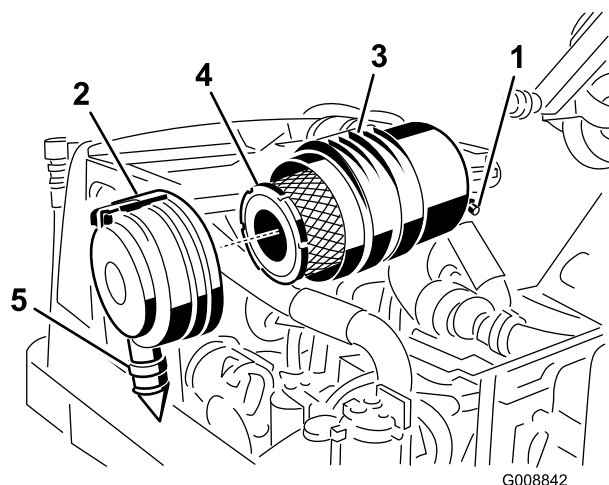

Bild 54
Warten Sie den Luftfilter nur, wenn die Wartungsanzeige dies angibt (Bild 54). Das frühzeitige Auswechseln des Luftfilters erhöht nur die Gefahr, dass Schmutz in den Motor gelangt, wenn Sie den Filter entfernen.
1. Ziehen Sie den Riegel nach außen und drehen Sie die Luftfilterabdeckung nach links (Bild 54).
2. Entfernen Sie den Hauptfilter (Bild 54). Das Reinigen eines verwendeten Elements wird nicht empfohlen, da das Filtermedium beschädigt sein könnte. Prüfen Sie den neuen Filter auf Versandschäden, prüfen Sie das Dichtungsende des Filters und des Körpers. Verwenden Sie nie ein
3. Wechseln Sie den Hauptfilter aus (Bild 54).
6. Setzen Sie die Abdeckung ein, richten Sie das Gummiablassventil (Bild 54) nach unten, ungefähr